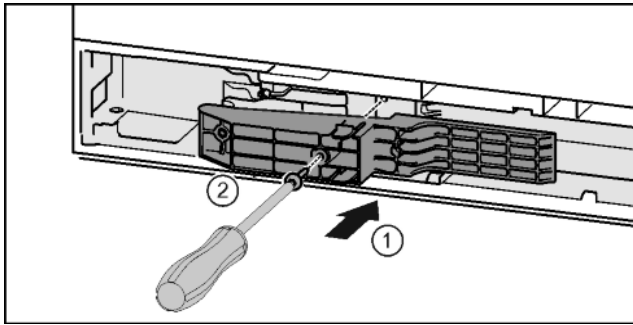

Fig. 44*
- ▶ Вставить деталь адаптера в отверстие на стороне ручки.* Fig. 44 (1)
- ▶ Затянуть винты отверткой T15.* Fig. 44 (2)